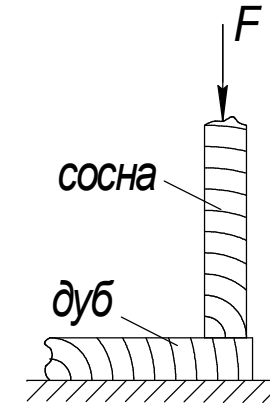

Рис.2.2
2.4. Сосновая стойка сечением (20×20) см² опирается на дубовую подушку, как указано на рисунке. Допускаемое напряжение на смятие для сосны вдоль волокон $[\sigma_{\parallel}] = 10$ МПа, а для дуба поперек волокон $[\sigma_{\perp}] = 3$ МПа. Определить предельную нагрузку на стойку (рис. 2.2).